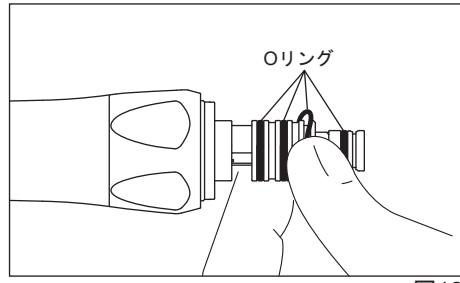

図12
- 不良Oリングを指先でたるみを付けて取り外してください。(図12)